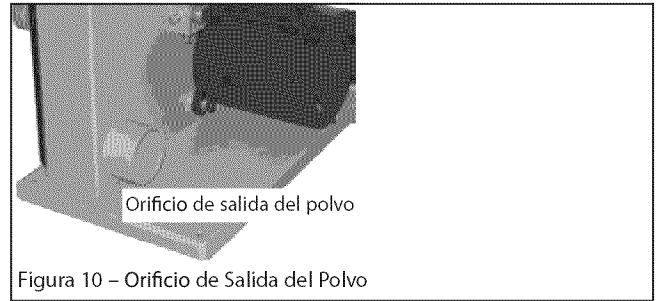

Figura 10 – Orificio de Salida del Polvo
- La sierra de banda incluye un orificio de salida de polvo de 2½" (véase la Figura 10).